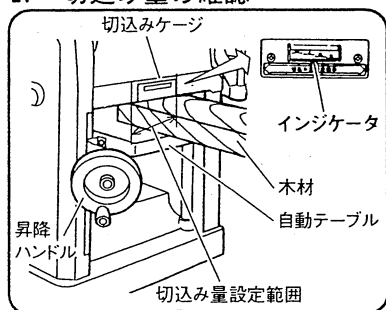

図 10
(1) 木材を自動テーブルにのせ、切込み量設定範囲内の位置で、ヘッド前面より 20～30mm 程度中へ入れてください。
(2) 木材上面が切込みゲージと接触し、インジケータが切込み量を示します。(図 10)
(3) 最大切込み量は木材の幅によって異なります。表 2 を目安にして切込み量を決めてください。
注 ●木材は自動テーブル面へ水平に接触させてください。水平に接触させないと表示された切込み量 (図 10 参照) と実際の切込み量が異なる原因となります。